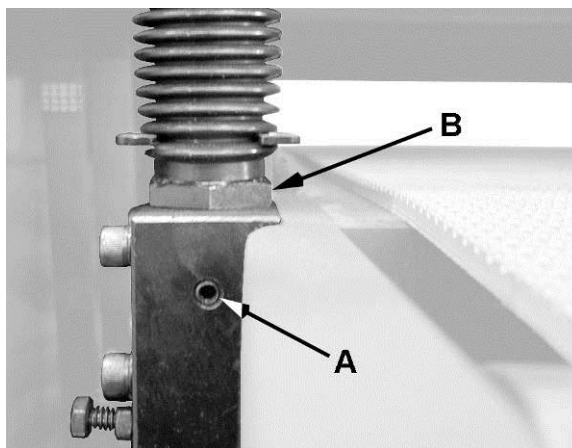

Figure 19
En vous reportant à la figure 19 – si le réglage de la table devient difficile ou si un jeu excessif se forme entre les vis mère et les douilles, le réglage doit s'effectuer comme décrit ci-dessous.
2. Utilisez une clé hexagonale de 1/8" pour desserrer la vis de réglage (A, Fig. 19) entre 1/4 et 1/2 de tour.
5. Serrez la vis de réglage (A, Fig. 19).